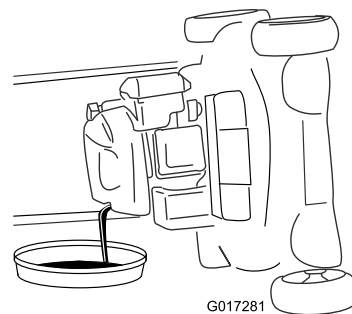

Рисунок 31
6. Извлеките шпун и слейте использованное масло в поддон для сбора масла (Рисунок 31).